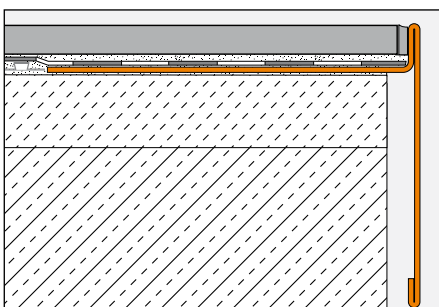
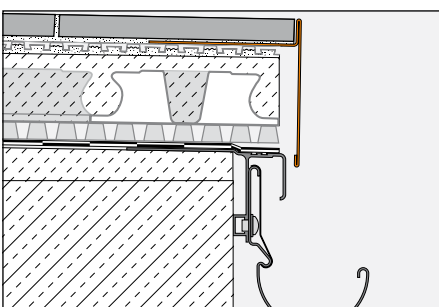

Abb. 4
Abb. 5
Verarbeitung für feste Verlegung im Verbund mit Fliesenbelag mit BARA-RT (Abb. 4 und 5)
2. Das BARA-RT ist mit dem trapezförmig gelochten Befestigungsschenkel auf den Estrichrand (Abb. 4) bzw. auf die zuvor verlegte Drainagematte Schlüter-DITRA-DRAIN (Abb. 5) in die Kontaktschicht aus Dünnbettmörtel einzubetten und vollflächig zu verspachteln.